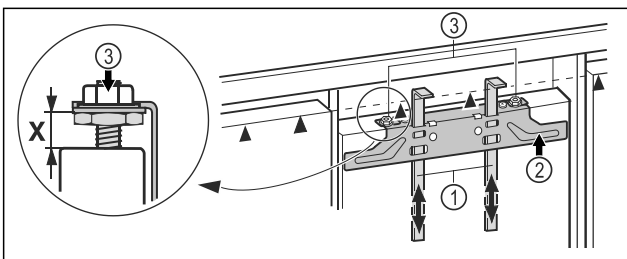

Fig. 42
- ▶ Pousser les aides au montage Fig. 42 (1) à hauteur de la porte du meuble. Bord de butée inférieur ▲ de l'aide au montage = bord supérieur de la porte du meuble à monter.
- ▶ Dévisser la traverse de fixation Fig. 42 (2) avec les contre-écrous Fig. 42 (3).